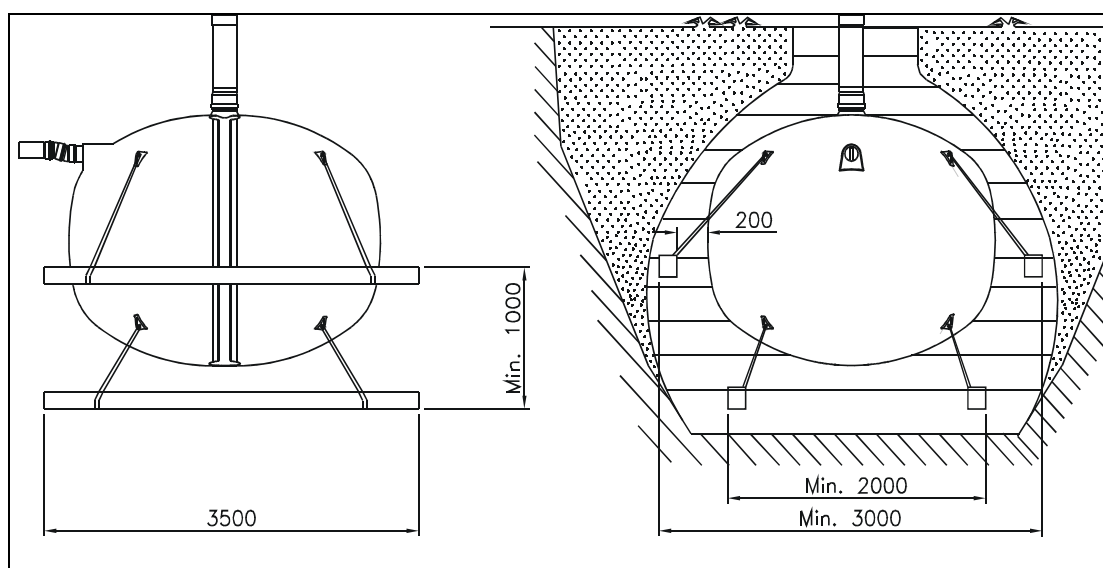
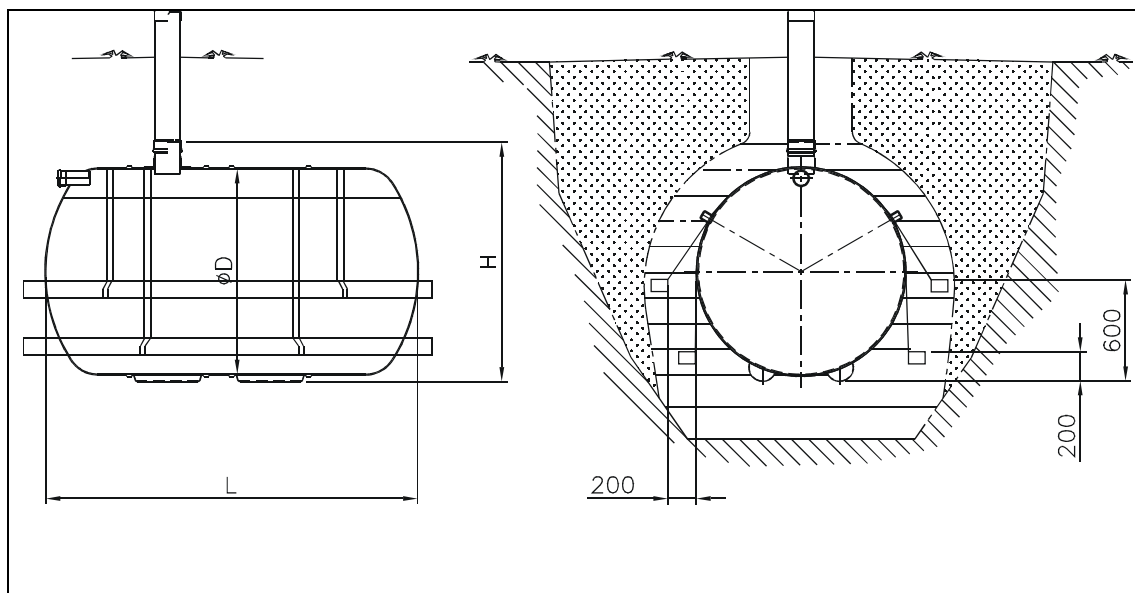

Рис. 6. Установка емкости на антисептированные брусья или бетонную плиту.
Рис. 7. LOKA 3000/5000 крепление за антисептированные брусья.
Изготовленная из армированного стеклопластика цилиндрическая емкость Labko® LOKA имеет объем 15 - 80 м³. Диаметр разгрузочного патрубка 200 мм или 600 мм. Разгрузочная труба или технический колодец входят в стоимость комплекта емкости Labko LOKA, чугунная крышка поставляется доп. оборудованием и не входит в стоимость комплекта оборудования. Технические данные цилиндрических емкостей Labko LOKA указаны на рис. 6 и таблице 1.
3. При установке емкостей объемом менее 6 м³ в водопроницаемых грунтах можно использовать антисептированные брусья. При этом способе крепления используются 4 шт. 100 x 100 x 3500 мм антисептированных брусьев. Брусья располагаются по обе стороны от емкости. Между емкостью и брусьями укладывается слой песка не менее 500 мм. Емкость, закрепляется тросом за антисептированные брусья так, чтобы она не выдавливалась под действием грунтовых вод. LOKA 4000/3100 и LOKA 6000 устанавливаются на антисептированные брусья (Рис. 6) и установка LOKA 3000/5000 см. Рис. 7.
Для крепления емкостей LOKA 6000 и LOKA 4000/3100: 6 м тросы нужно разрезать на 4 м и 2 м части. 4 м тросы закрепляем за верхние проушины, а 2 м за нижние проушины на емкости. Крепление проводится за каждую проушину на емкости. Крепежные тросы не должны соприкасаться с емкостью (Рис. 6). В других моделях емкостей типа Loka не нужно разрезать тросы на две части.
петель, за которые крепится емкость (Рис. 6). Емкости LOKA 3000 и 5000 устанавливаются на плите меньших размеров (размер плиты 1300 x диаметр + 200 x 100 мм), на которой заливается 4 стальные петли. Для заливки плиты рекомендуем использовать бетон типа К30-2 и арматуру типа А500НВ Т8 # 200 (Рис. 10).